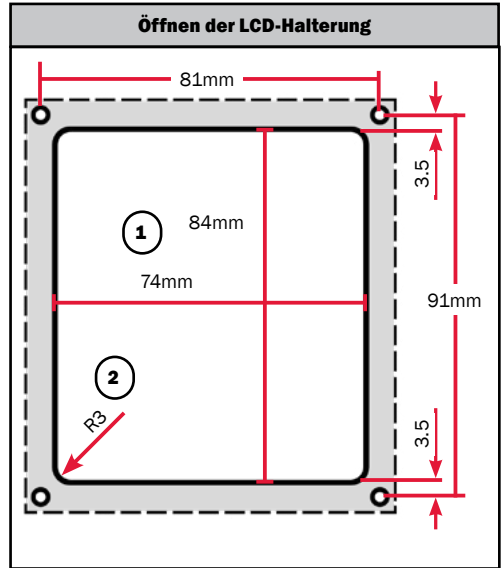

Abbildung 24
- Das Rückschlagventil (Nr. 6, Abbildung 24) muss in der richtigen Richtung eingebaut werden.